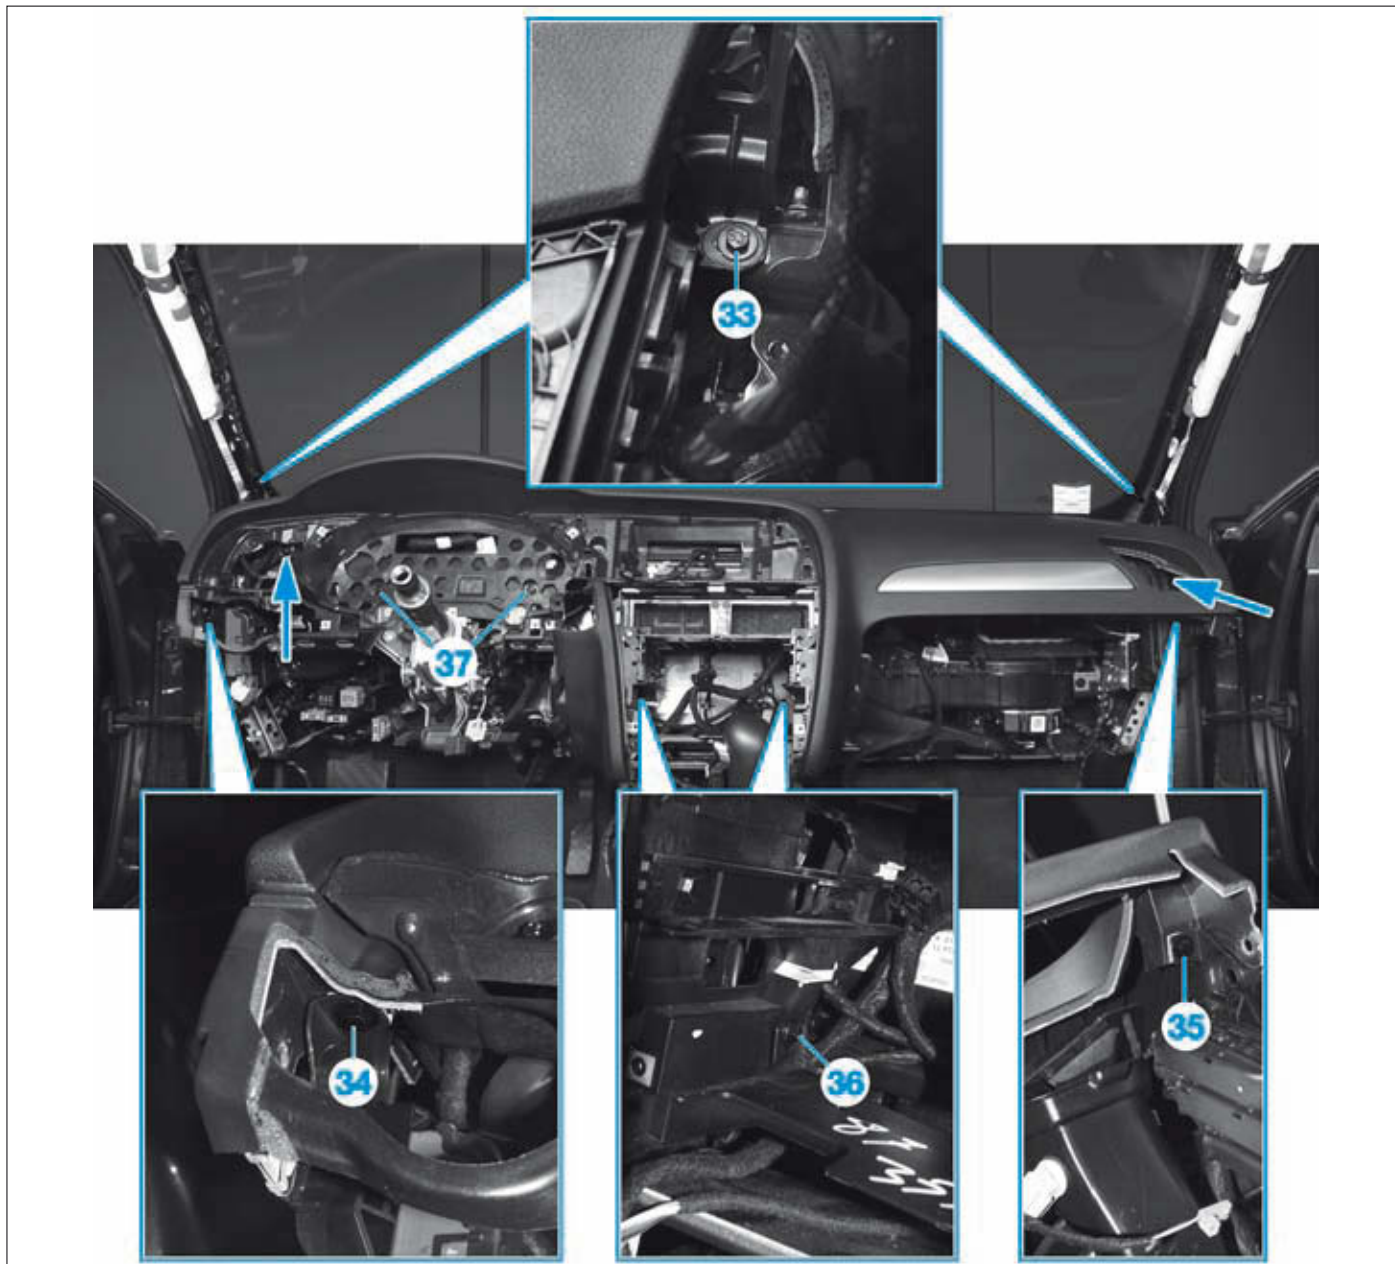

FIG. 29
- Dévisser les vis (33) de la planche de bord, situées à gauche et à droite, à la base des garnitures des montants de pare-brise (Fig.29).
- Dévisser les vis inférieures (34) et (35) des 2 côtés.
- Dévisser les 2 vis (36) au niveau de la console centrale.
- Dévisser les 2 vis (37) situées à l'arrière du combiné de bord.